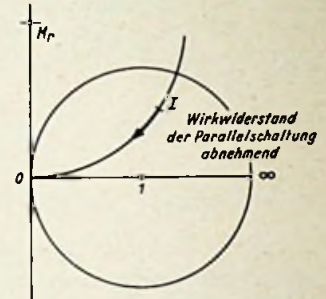

Bild 6. Parallelschalten zweier Wirkwiderstände
- Er muß die x-Achse im Punkt 0 berühren (Bild 6).
- Sein Mittelpunkt (M_r) muß auf der durch $x = 0$ gehenden y-Achse liegen (Bild 6).